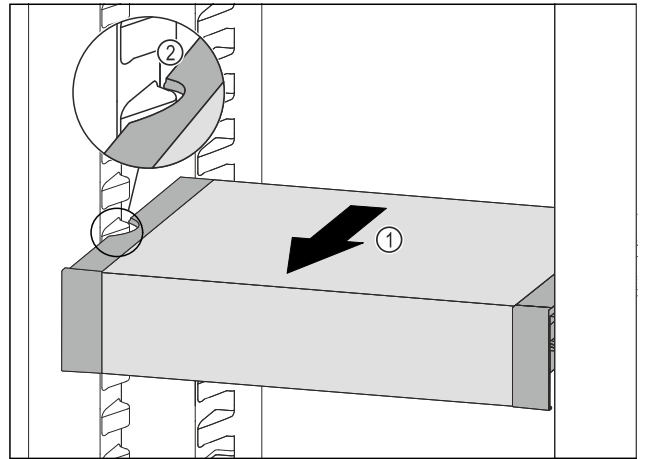

Fig. 82
- ▶ Tire del VarioSafe hacia delante Fig. 82 (1) hasta que los huecos laterales del VarioSafe se encuentren a la altura de la nervadura del recipiente en el compartimento del frigorífico. Fig. 82 (2)